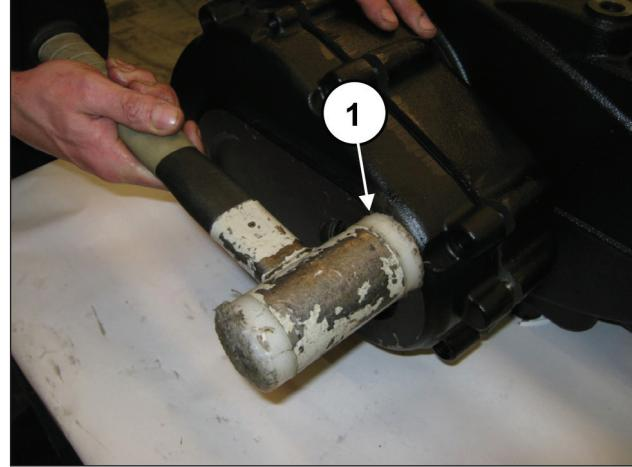
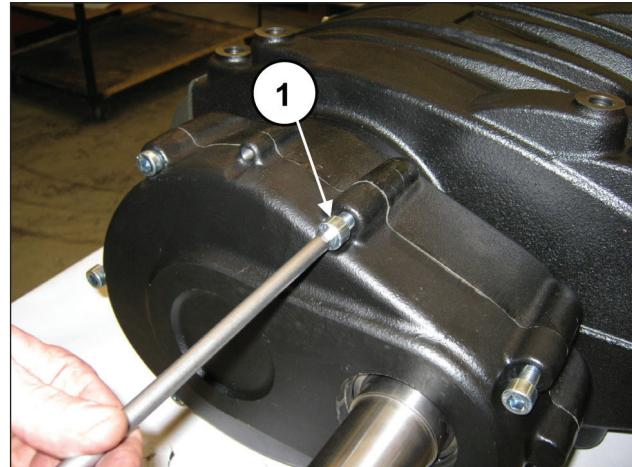

Fig. 89
Fig. 90
Montar la tapa del reductor con la herramienta de percusión (pos. ①, Fig. 89) y fijarla con 7 tornillos M10x40 (pos. ①, Fig. 90).